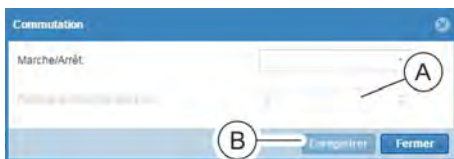

Fig. 103 : Désactivation d'une prise
5. ➔ **Uniquement en cas de désactivation** : Saisir une durée dans le menu de sélection « Remise en marche dans (s) » (Fig. 103 /A).
6. ➔ Appuyer sur le bouton « Enregistrer » (Fig. 103 /B) pour terminer la procédure.